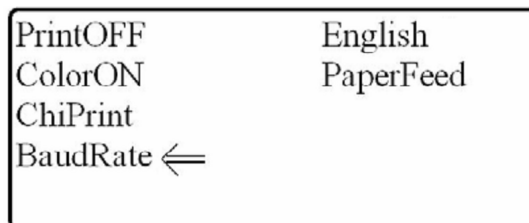

Fig. 23: Selezione della voce “Baud Rate”
1. Utilizzare i bottoni della tastiera per illuminare la voce "*Baud Rate*" (Fig. 23).